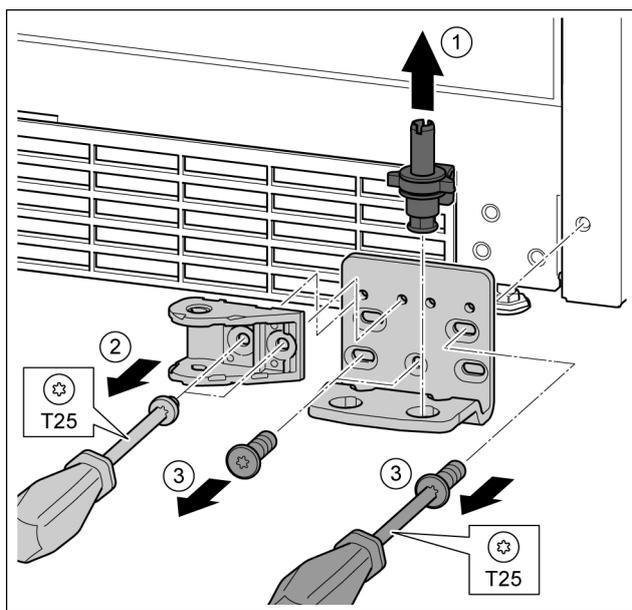

Fig. 30
- ▶ Extraiga el perno de cojinete completo hacia arriba. Fig. 30 (1)
- ▶ Desenrosque los tornillos con el destornillador T25 y retire la conexión de amortiguador de cierre. Fig. 30 (2)
- ▶ Desenrosque los tornillos con el destornillador T25 y retire el soporte de cojinete Fig. 30 (3)